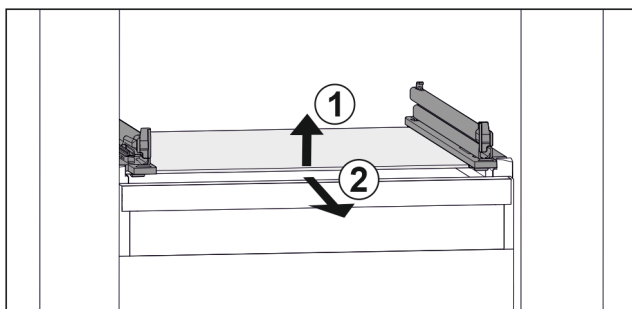

Fig. 131 Příklad znázornění skleněné desky
- ▶ Nadzvedněte skleněnou desku vpředu. Fig. 131 (1)
- ▶ Vyjměte skleněnou desku dopředu. Fig. 131 (2)